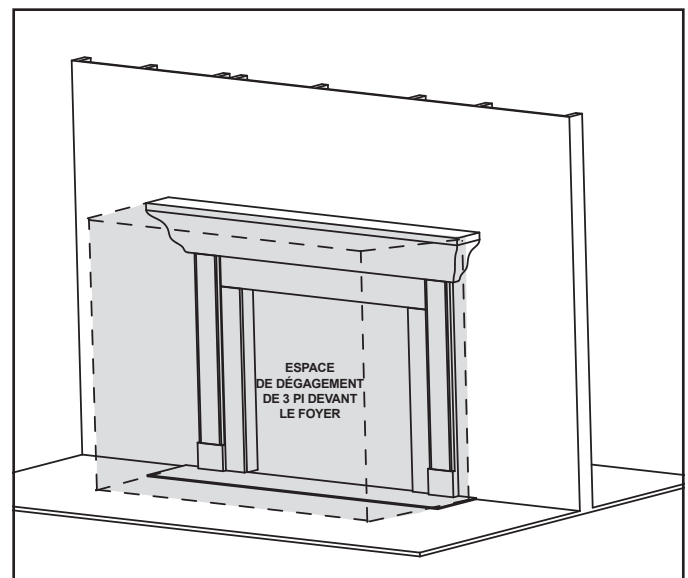

Figure 3.1 Exigences de dégagement de l'espace - tous les modèles
**ATTENTION! NE PLACEZ PAS d'objets combustibles devant le foyer ou les fentes d'aération.** Les hautes températures pourraient provoquer un incendie. Voir la figure 3.1.